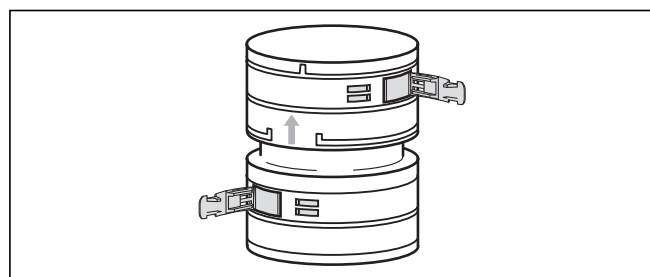
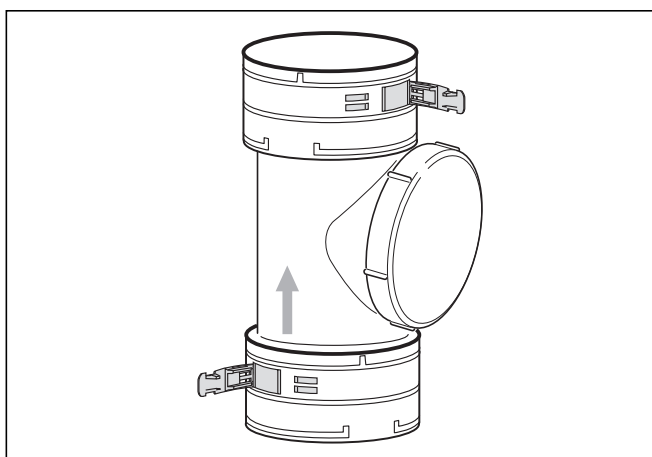

Bild 6.37 Anslutningsstycken
Bild 6.38 Rensstycken
- Montera vid behov först anslutnings- och rensstycken (se bild 6.37 och 6.38).
Istället för ett flexibelt rökgasrör i ett stycke kan flera rördelar användas, som kopplas samman med anslutningsstycken (art.nr 303 512, bild 6.37) eller med ett rensstycke (art.nr 303 511, bild 6.38).